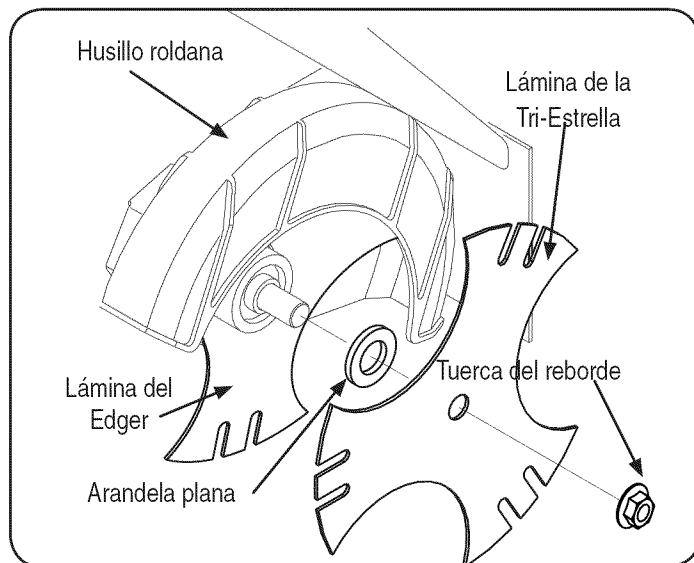

Figura 8
1. Use dos llaves (una para impedir que la cabeza del perno hexagonal gire loca y la otra para desenroscar la tuerca de brida) para extraer la tuerca de brida que asegura la cuchilla de la bordeadora, dejando la cuchilla de la bordeadora en su lugar. Vea la Figura 8.
2. Instale la cuchilla adicional de la bordeadora suministrada con la unidad y la arandela plana. Vea la Figura 8.